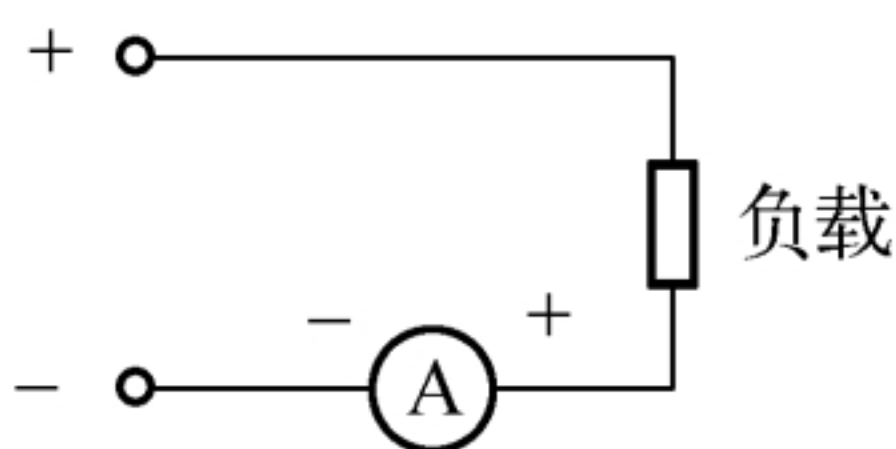
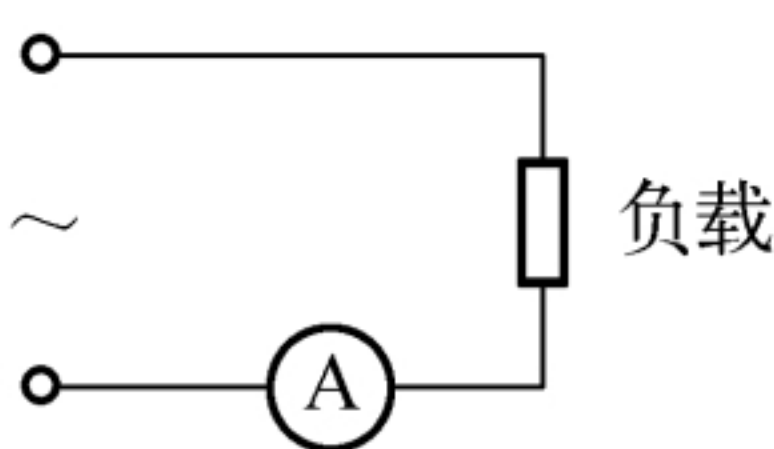

图 1-13 直流电流的测量
图 1-14 交流电流的测量
(1) 测量线路电流时，电流表必须串联接入被测电路，如图 1-13 和图 1-14 所示。